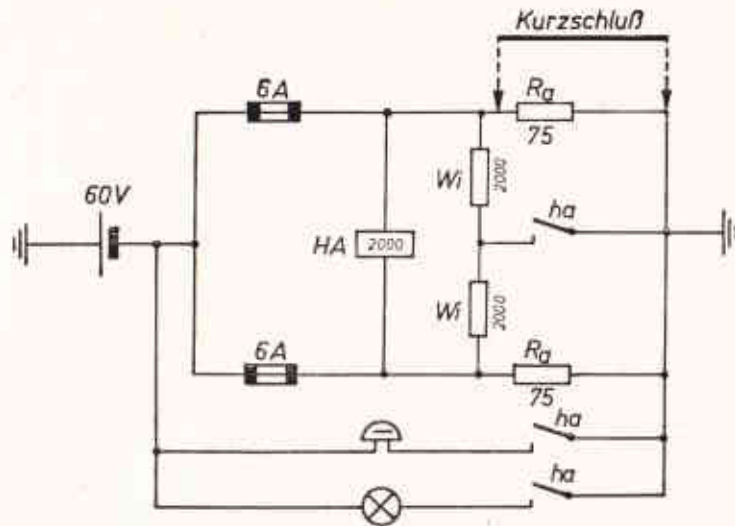

Abb. 12.12 - Sicherungsausfall
24. Die Schaltung nach Abb. 12.12 stellt die Signalisierung eines Sicherungsausfalls (Abzweigsicherung) dar. Bedingungen für das HA-Relais: Anzug 25 mA, Halten 12,5 mA.